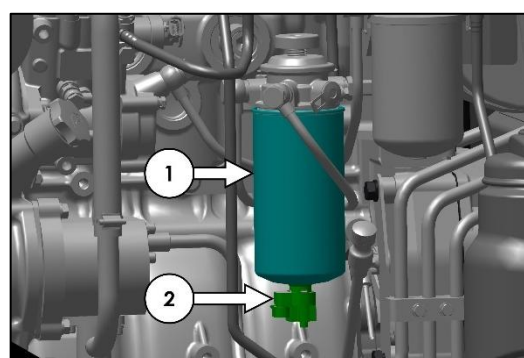

Fig. 254 : ASSEMBLAGE DU FILTRE À CARBURANT
11. Installer le filtre à carburant (1 sur la Fig. 254) sur le boîtier de filtre, puis serrer le filtre à la main.
13. Déposer le joint torique du capteur de présence d'eau (2 sur la Fig. 254) et le remplacer par un neuf, préalablement enduit d'une fine couche d'huile moteur.
14. Installer le joint torique sur le capteur de présence d'eau (2 sur la Fig. 254).
15. Installer le capteur de présence d'eau (2 sur la Fig. 254) sur le filtre à carburant (1 sur la Fig. 254).
16. Serrer le capteur de présence d'eau (2 sur la Fig. 254) à un couple compris entre 2 et 3 Nm.
17. Rebrancher la fiche électrique au capteur de présence d'eau (2 sur la Fig. 254).